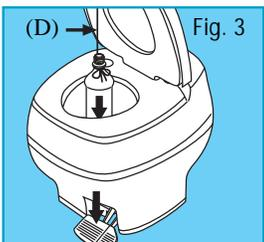
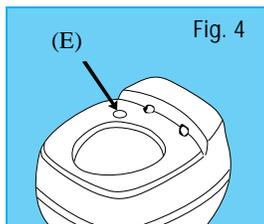

Fig. 3
Fig. 4
- 5) Finger tighten rear nut. Prop open flush hole (Fig.3). Finger tighten front nut (now visible through opening above pedals). Tighten front and rear nuts 1 to 2 turns past finger tight so toilet is stable (Figs. 4, 5, 6).
- 5) Serrer manuellement les vis situées à l'arrière du cabinet. Ouvrir le couvercle de la cuve (fig. 3). Serrer manuellement l'écrou situé à l'avant du cabinet (visible par l'ouverture située au-dessus des pédales.) Serrer les écrous situés à l'avant et à l'arrière du cabinet d'un à deux tours supplémentaires pour que le cabinet soit stable (figures 4, 5, et 6).